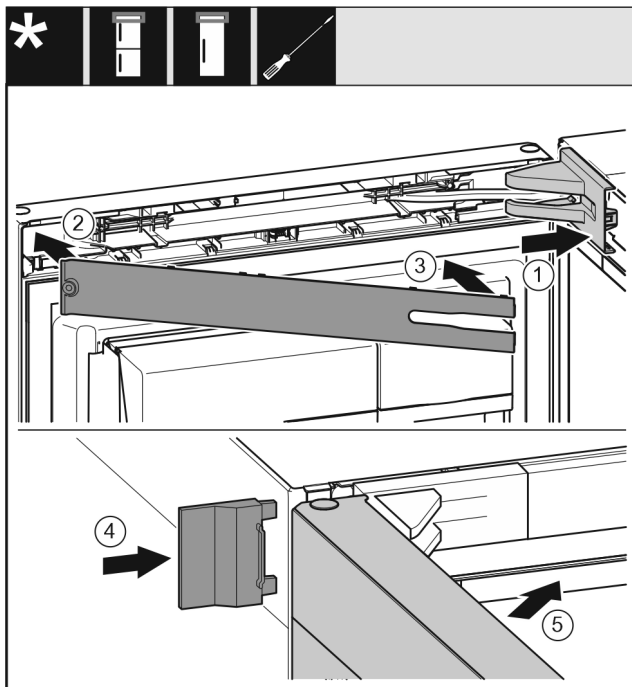

Fig. 51
- ▶ Vendosni kapakun mbulues të bazamentit mbështetës dhe mbërthejeni në vend, duke i ndarë nga njëri-tjetri nëse nevojitet. Fig. 51 (1)
- ▶ Vendosni panelin mbulues. Fig. 51 (2)
- ▶ Ktheni për nga brenda panelin mbulues dhe mbërthejeni në vend. Fig. 51 (3)
- ▶ Shtyni kapakun mbulues të jashtëm. Fig. 51 (4)
- ▶ Mbyllni derën lart. Fig. 51 (5)